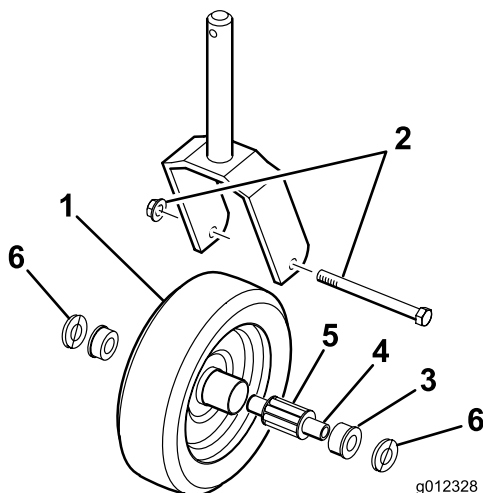

Figura 26
1. Retire la contratuerca del tornillo de caperuza que sujeta el conjunto de la rueda giratoria a la horquilla (Figura 26). Sujete la rueda giratoria y retire el tornillo de caperuza de la horquilla.
2. Retire el casquillo intermedio del cubo de la rueda (Figura 26).
3. Retire el casquillo del cubo de la rueda y deje que se caiga el cojinete (Figura 26). Retire el casquillo del otro lado del cubo de la rueda.
6. Introduzca el casquillo intermedio con cuidado en los casquillos y el cubo de la rueda (Figura 26).